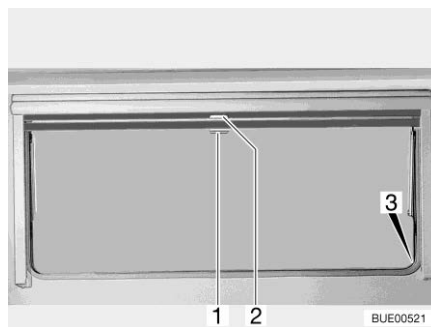

Fig. 101 Fenêtre projetante
- Tirer le store occultant vers le bas en le maintenant par la poignée (Fig. 101,2). Lorsque le store occultant est complètement fermé, l'accrocher des deux côtés du cadre de la fenêtre dans le dispositif de blocage (Fig. 101,3).
- Lorsque le store occultant est complètement fermé : Appuyer sur la poignée (Fig. 101,2) vers le bas tout en la tirant légèrement vers l'intérieur. Décrocher à droite et à gauche le store occultant du dispositif de blocage du cadre de la fenêtre.
- Si le store occultant se trouve dans une position intermédiaire : Tirer la poignée (Fig. 101,2) vers le bas jusqu'à ce que le dispositif de blocage se débloque.
- Tirer la moustiquaire par la poignée (Fig. 101,1) vers le bas et l'accrocher des deux côtés sur le cadre de la fenêtre dans le dispositif de blocage (Fig. 101,3).
- Appuyer sur la poignée (Fig. 101,1) vers le bas tout en la tirant légèrement vers l'intérieur. Décrocher à droite et à gauche la moustiquaire des dispositifs de blocage du cadre de la fenêtre.